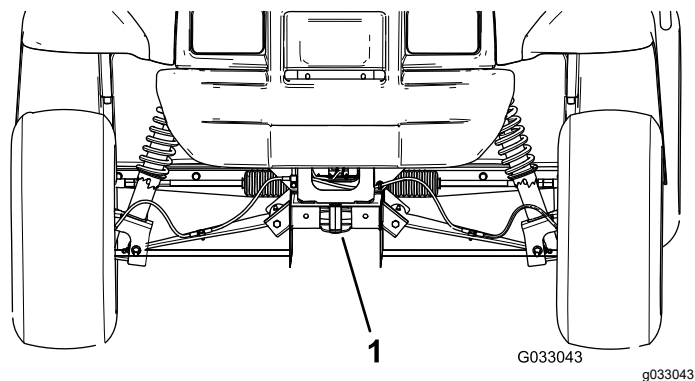
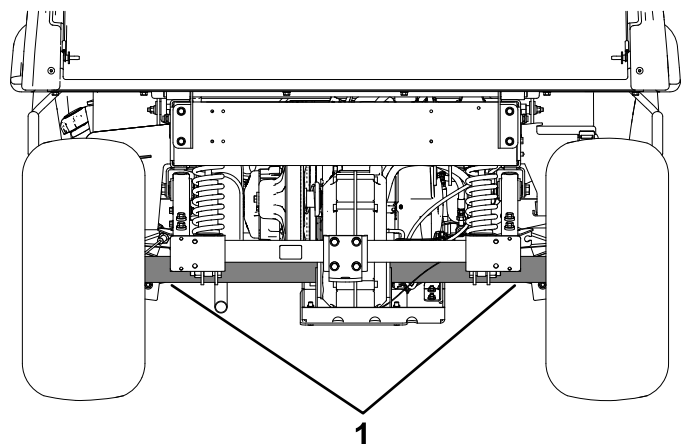

Figura 17
Figura 18
Consultai Figura 17 i Figura 18 pentru locurile de fixare a mainii.
2. Atași o bară de remorcare pe cârligul de remorcare din partea din față a cadrului mainii (Figura 17).